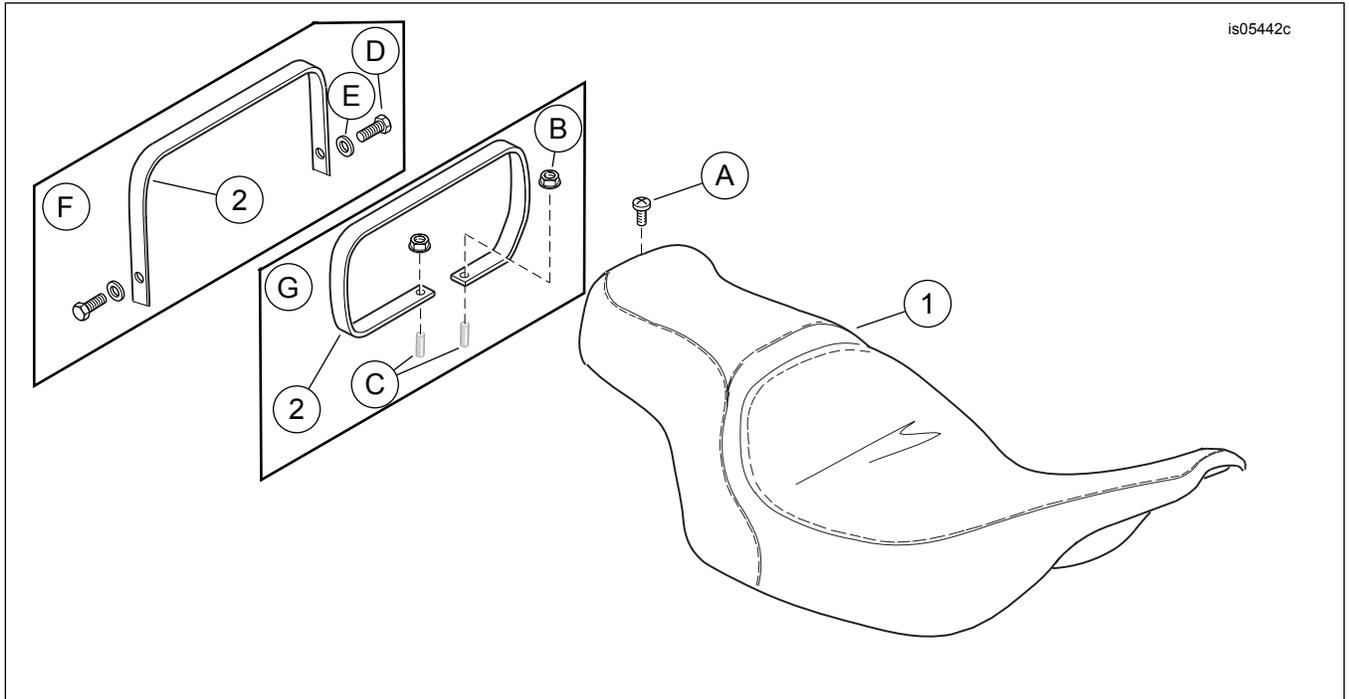

Figure 7. Pièces de rechange : Selle chauffante
Voir Figure 7 et Tableau 1 pour connaître le contenu du kit.
1. Voir Figure 7 . Retirer la vis (D), la rondelle (E) et l'extrémité de la sangle de maintien. Conserver la visserie pour une installation ultérieure.
2. Voir Figure 7 . Déposer la vis à tête Phillips avec la rondelle-frein (A) de l'arrière de la selle existante. Tirer la selle vers l'arrière pour la déposer. Conserver la vis
- b. Voir Figure 7. Installer la vis de sangle de maintien (D) et la rondelle (E). Serrer.